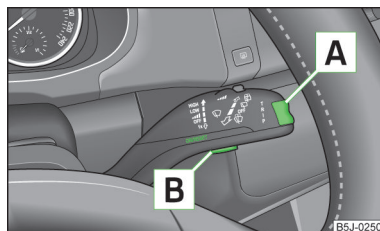

Fig. 5
Comutarea între cele două memorii se face de la tasta » fig. 5 la pagina 14 din maneta de acționare a ștergătoarelor.
Tasta basculantă pentru selectarea opțiunilor de meniu » fig. 5, precum și tasta de operare se află în maneta ștergătoarelor de parbriz.
» Apăsați scurt pe tasta basculantă » fig. 5, în partea de sus sau în partea de jos. Astfel se deschid consecutiv opțiunile de meniu individuale ale afișajului multifuncțional.
» Apăsați repetat tasta » fig. 5.
» Apăsați mai lung tasta » fig. 5.
- » Cu tasta **A** » fig. 5 la pagina 14 selectați opțiunea de meniu **Warning at** (avertizare la) (afișajul MAXI DOT, respectiv ☹ (afișaj segment).